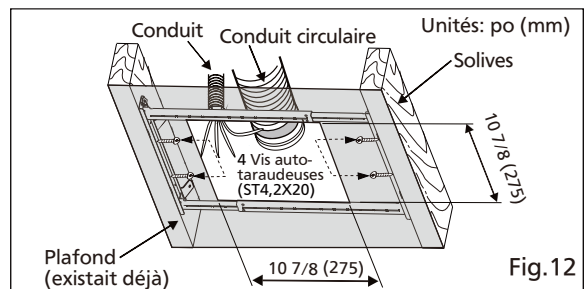

Fig.12
1. Retirez le ventilateur existant et découper une ouverture au plafond. Fixez le support Flex-Z Fast™ aux solives à l'aide de 4 vis autotaraudeuses (ST4,2X20) (S'il vous plaît préparer les vis et mettre sur Flex-Z Fast™ support avant Flex-Z Fast™ support rapide est installé sur les lises). Conduits existants et câblage laissé en place. (Voir Fig.12)